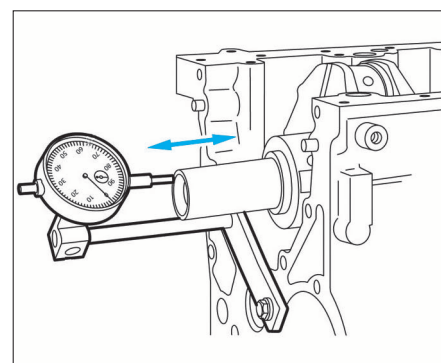

FIG. 67
- Contrôler le jeu axial (Fig.67).